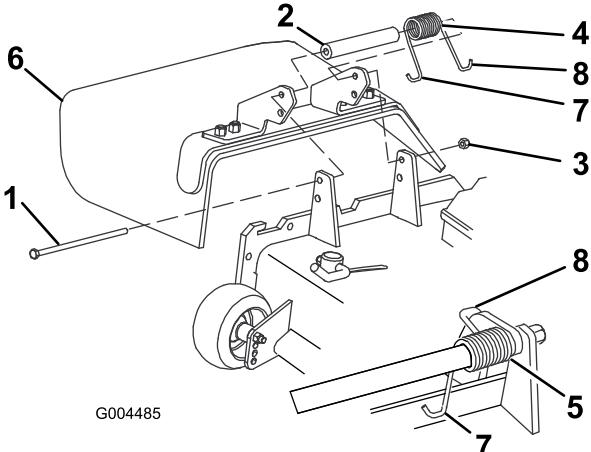

Figura 78
2. Retire a porca de bloqueio, o parafuso, a mola e a cunha que fixam o deflector aos apoios de articulação (Figura 78). Se o deflector de relva estiver danificado ou gasto, retire-o.
3. Coloque a anilha e a mola entre os suportes de substituição do deflector de relva (Figura 78). Coloque a extremidade esquerda em gancho J da mola por trás da extremidade da plataforma.
Nota: Certifique-se de que a extremidade esquerda em gancho J da mola está por trás da extremidade da plataforma antes de colocar o parafuso (como se mostra em Figura 78).
4. Coloque o parafuso e a porca. Coloque a extremidade direita em gancho J da mola à volta do deflector de relva (Figura 78).